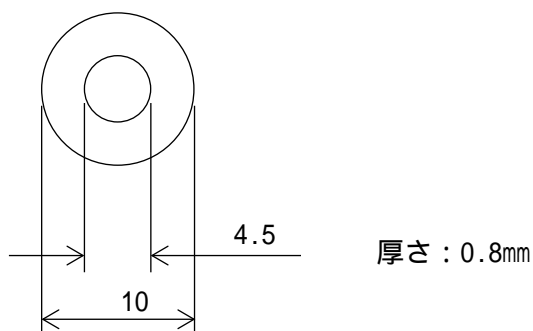

図 3-9 ワッシャー(M4用)の寸法図
- ワッシャー(M4用) × 4個 (図 3-9 参照。お客様にてご準備ください)